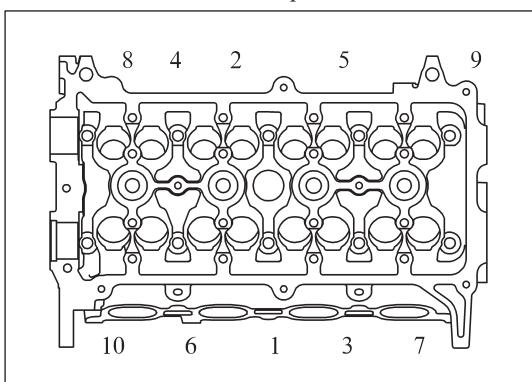
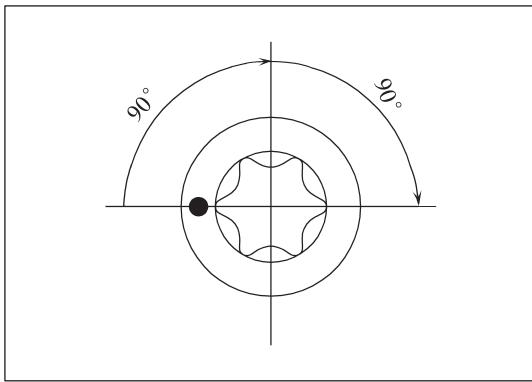

Рис. 12-3-41. Затяжка болтов крепления головки блока цилиндров
Рис. 12-3-42. Затяжка болтов головки блока цилиндров
- ① Равномерно затянуть 10 болтов головки блока цилиндров ($M9 \times 144$) на верхней части блока цилиндров. Затяжку проводить в несколько проходов в порядке, указанном на рис. 12-3-41.
- ② Краской пометить болты со стороны передней части головки блока цилиндров.
- ③ Затянуть болты головки цилиндров на 90°, как указано на рис. 12-3-42, соблюдая последовательность, указанную на рис. 12-3-41.
- ④ Затянуть болты головки цилиндров еще на 90°, как указано на рис. 12-3-42, соблюдая последовательность, указанную на рис. 12-3-41.
- ⑤ Убедиться в том, что метки на головках болтов головки цилиндров обращены назад.
- (4) Установка распределительных валов впускных и выпускных клапанов